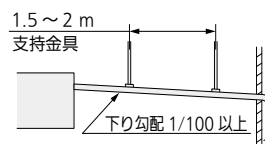

図 18
- 下り勾配は(排水側を下に) 1/100 以上とってください。(図 18)